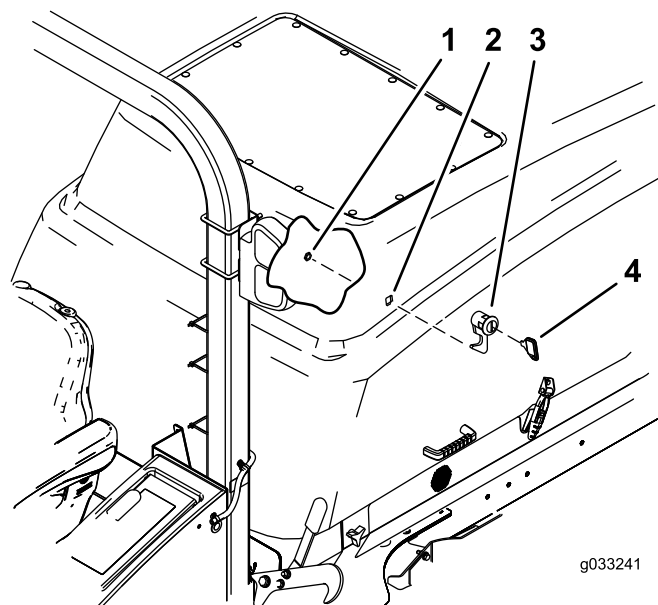

Figure 1
3. Retirez l'écrou de blocage du loquet (Figure 1).
4. Insérez le loquet dans le trou sur le côté gauche du capot (Figure 1).